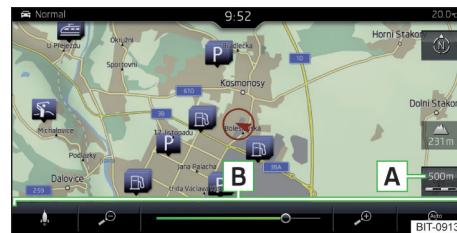

Fig. 233
► Atingeți suprafața de comandă funcții **A** » fig. 233, respectiv » fig. 234
În zona **B** » fig. 233, respectiv » fig. 234 sunt afișate suprafețele de comandă funcții pentru modificarea scării hărții.
- Atingeți suprafața de comandă funcții **A** » fig. 233 și utilizați cursorul sau atingeți suprafața de comandă funcții **B** » fig. 233 (valabil pentru Infotainment Columbus).
► Pentru **Activarea** modificării automate a scării hărții, atingeți în meniul principal *Navigație* suprafața de comandă funcții **A** » fig. 233.
► Pentru **Dezactivarea** modificării automate a scării hărții, atingeți în meniul principal *Navigație* suprafața de comandă funcții **B** » fig. 233.
► În meniul principal *Navigație*, atingeți suprafața de comandă funcții **A** » fig. 233.